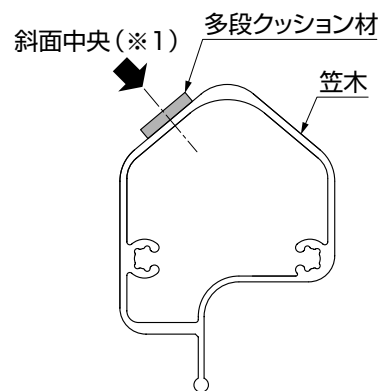

図3-8
- 多段クッション材を斜面の端に貼付けたり、曲がって貼付けると意匠や機能上に不具合が生じます。中央部をまっすぐに貼付けるようにしてください。(※1)(図3-8参照)